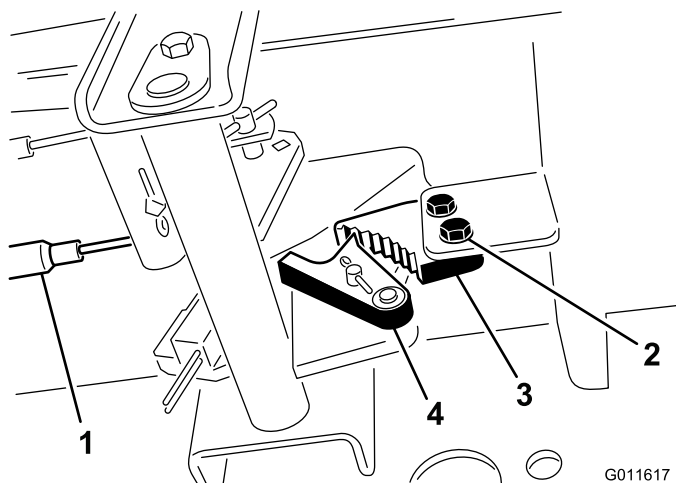

図 45
1. 駐車ブレーキのツメをフレームに固定しているネジ2本をゆるめる(図 45)。
2. ブレーキのツメが戻り止めに完全に掛かるまで駐車ブレーキペダルを前に踏み込む(図 45)。